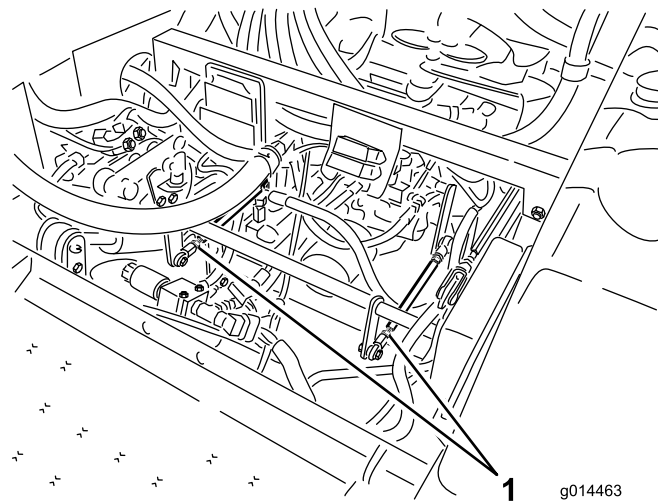

図 59
- 左後タイヤが回転している場合には、左側トランスミッション・コントロールロッドのジャムナットをゆるめる(図 59)。